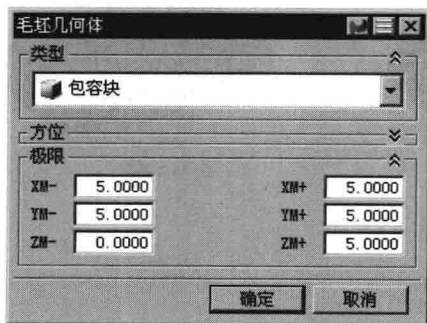

图 1.3 “毛坯几何体”对话框
Step2. 在“毛坯几何体”对话框的类型下拉列表中选择包容块选项，设置图1.3所示的参数。